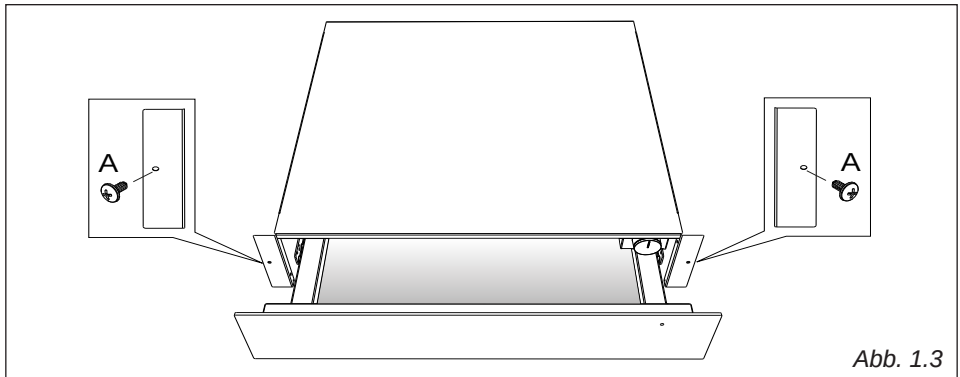

Abb. 1.3
- Öffnen Sie die Schublade und befestigen Sie sie mit den beiden Schrauben (nicht mitgeliefert) „A“ (Abb. 1.3) an den Seiten des Geräts.